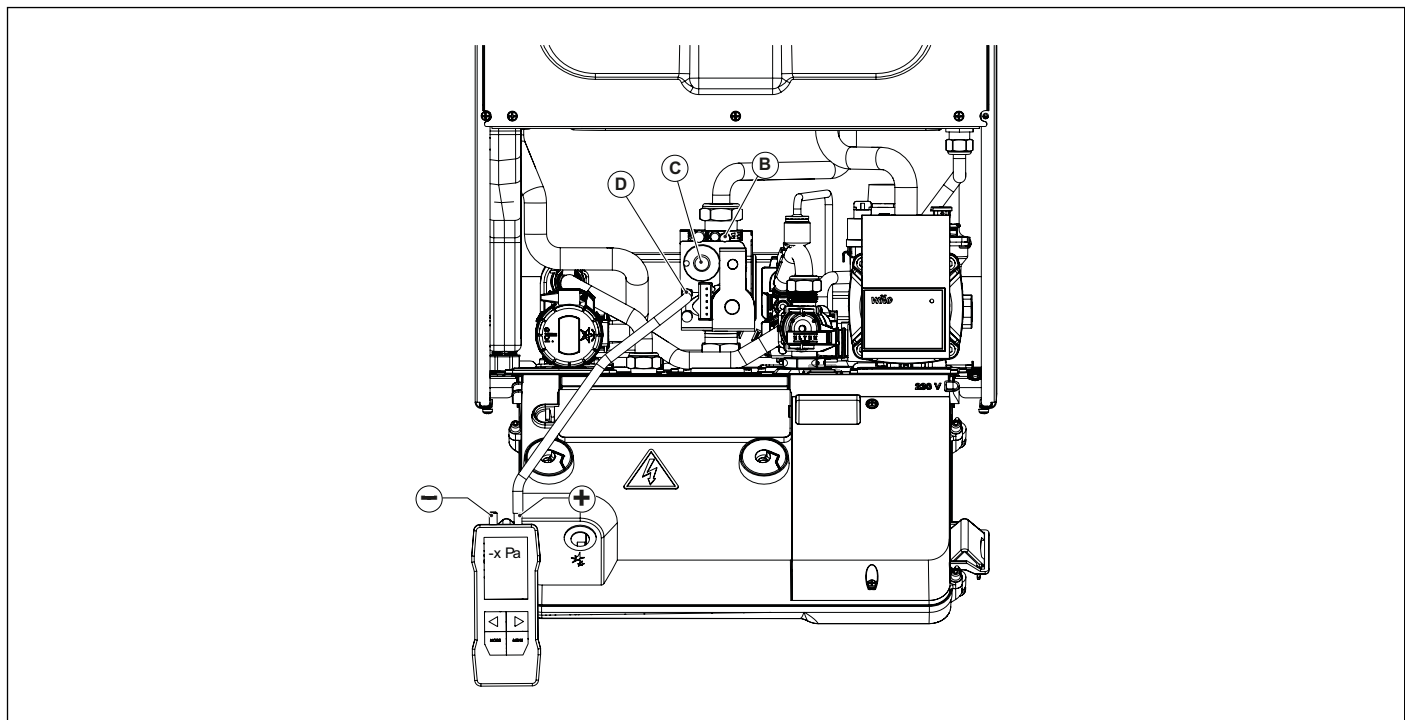

Рис. 41 Регулювання протитиску
- Викрутити заглушку в точці вимірювання протитиску **D** й приєднати до неї позитивний вхід (*) диференційного манометра (див. Рис. 41 Регулювання протитиску).